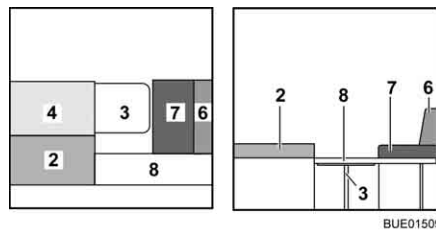

Fig. 144 Durante la transformación
- Colocar el cojín del respaldo (Fig. 144,4) junto al cojín del asiento (Fig. 144,2).
- Desplegar el apoyo del ensanchamiento de cama (Fig. 144,8) y enganchar el ensanchamiento de cama en los alojamientos en los baúles-banco.